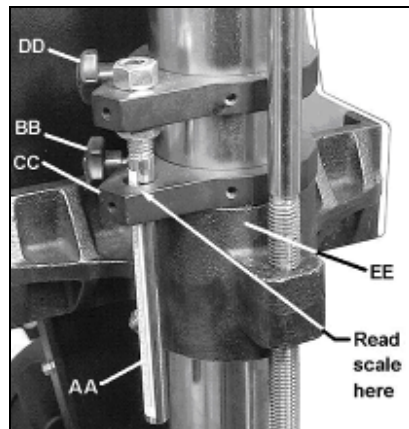

Fig 12
Abaisser le support (CC, Fig 12) jusqu'au support de la table (EE).